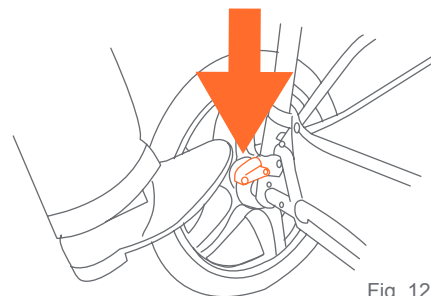

Fig. 12
- 12)** • Pour serrer les freins, appliquez une pression vers le bas sur les leviers de frein situés sur l'essieu arrière. Il peut être nécessaire de bouger la poussette vers l'avant ou l'arrière afin de serrer le frein (Fig. 12).